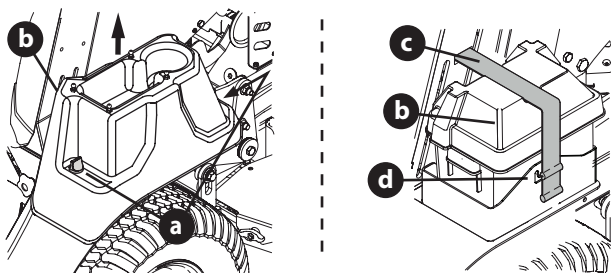

Fig. 22
- Tondeuses avec plateaux de coupe de 48, 54 ou 60 pouces - Retirez les deux vis à oreilles (a) qui fixent le couvercle de la batterie (b) à l'aile droite. Soulevez le couvercle de la batterie pour le retirer (Fig. 22).
- Tondeuses avec plateau de coupe de 36 pouces - Détachez la sangle en caoutchouc (c) qui fixe le couvercle de la batterie (b) au bac support de la batterie (d). Soulevez le couvercle de la batterie pour le retirer (Fig. 22).